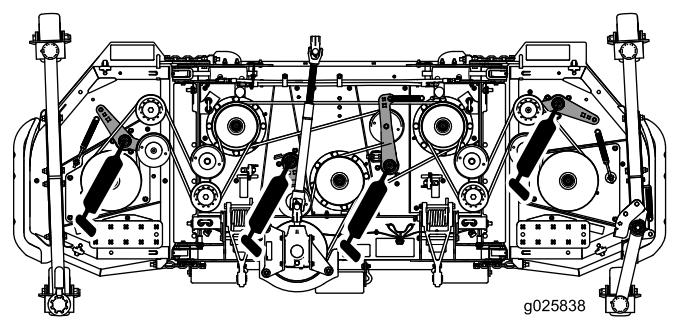

Figura 17
- Pivotes de los brazos tensores (4) (Figura 17)